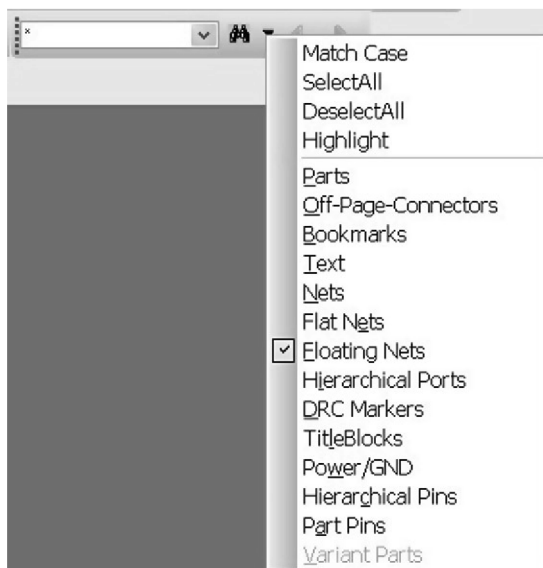

图 22.17 搜索浮动网络节点
9. 选中 Test \_ Clock.dsn，搜索图标  与 Search Box 搜索栏紧邻（见图 22.17），然后从顶部工具栏搜索图标  右边的下拉菜单中进行选择。